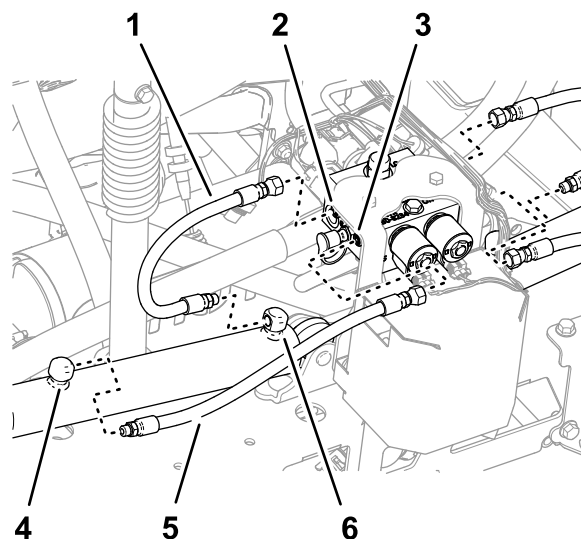

Figura 37
1. Retire os tubos das portas de extensão dos cilindros de elevação esquerdo e direito (Figura 37).
2. Retire os tubos das portas C2 e C4 do coletor do cilindro de elevação (Figura 37).
3. Retire os tubos das portas de retração dos cilindros de elevação esquerdo e direito (Figura 37).
4. Retire os tubos das portas C1 e C3 do coletor do cilindro de elevação (Figura 37).